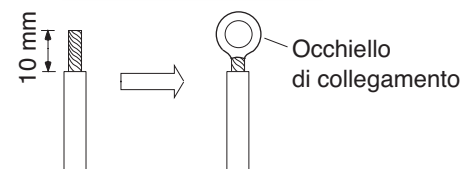

Fig. 28
- Tagliare il cavo all'estremità, poi spelare la guaina per circa 10 mm e attorcigliare il filo. (Fig. 28 e 29)
- Usando una fastonatrice o delle pinze, stringere bene l'estremità dei fili spelati a applicare il terminale ad occhiello di collegamento. (Fig. 28)